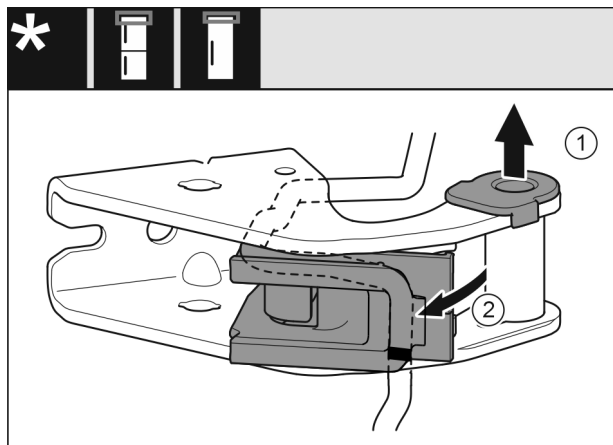

Fig. 26
- ▶ Nxirrni jashtë nga foleja udhëzuese manikotat e kapjes. *Fig. 26 (1)*
- ▶ Nxirrni kabllon nga mbajtësja e kabllos. *Fig. 26 (2)*